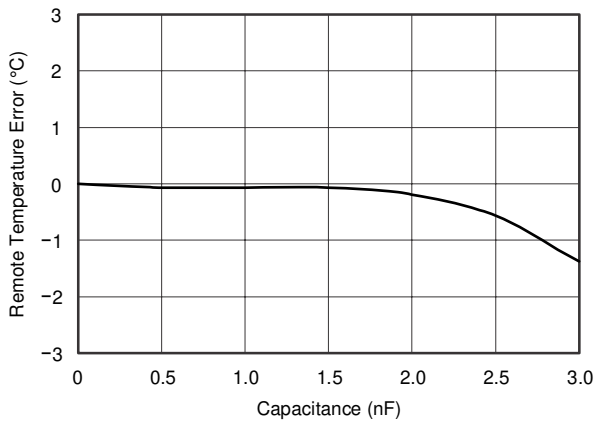
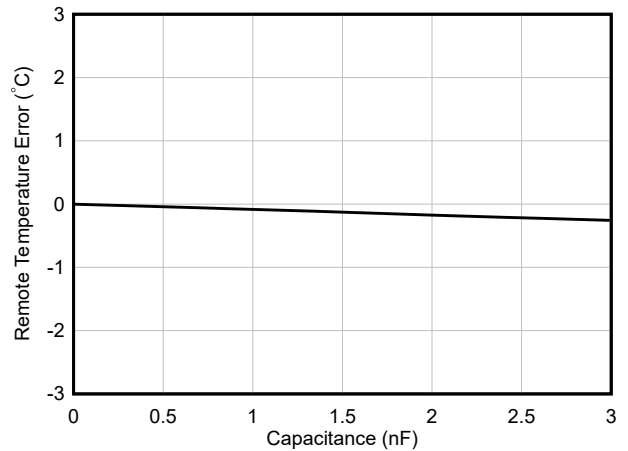
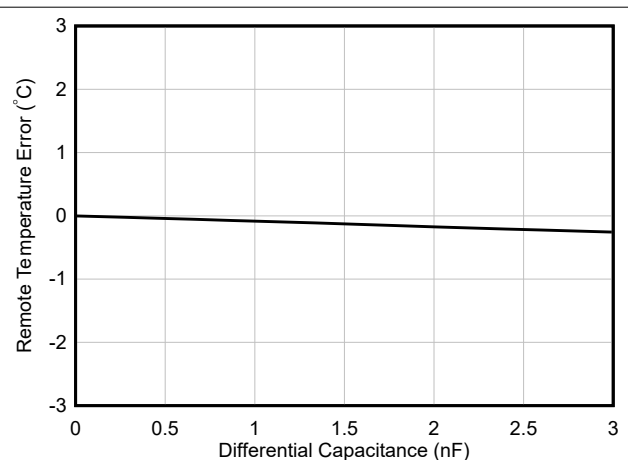

图 6-12. 远程温度误差与差分电容间的关系 (旧芯片)
图 6-13. 远程温度误差与差分电容间的关系 (新芯片)
图 6-28. 远程温度误差与差分电容之间的关系
- 在大多数应用中， C_{DIFF} (可选) 必须小于 1000pF 。 C_{DIFF} 的选择取决于具体应用；请参阅 滤波、图 6-12 (对于新芯片，请参阅 图 6-13) 和 图 6-28。
TMP411-Q1 和 TMP411D-Q1 器件可承受高达 $1000pF$ 的差分输入电容，同时将温度误差变化降至最低。图 6-12 (新芯片请参阅图 6-13) 和图 6-28 展示了电容对测得远程温度误差的影响。